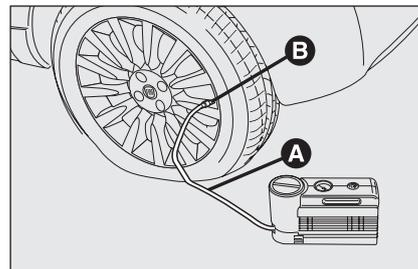

fig. 13
- Accione el freno de mano.** Afloje el capuchón de la válvula del neumático, saque el tubo flexible de llenado **A**-fig. 13 y apriete el casquillo **B** en la válvula del neumático;